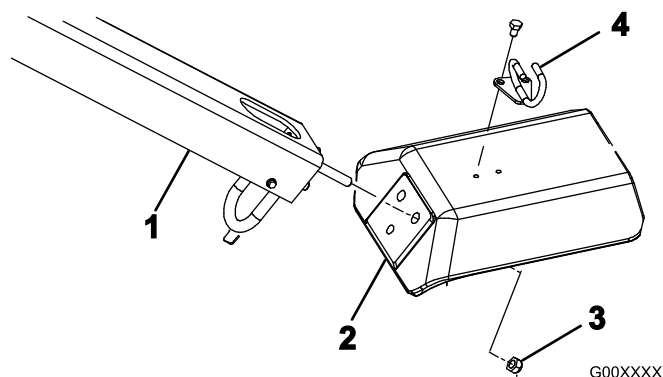

Bild 4
2. Setzen Sie die Befestigungsbolzen für den Griff in die Löcher in der Gabel ein (Bild 4).
3. Befestigen Sie die Griffbolzen mit drei (1/2 Zoll) Sicherungsmutter an der Gabel (Bild 4).
5. Befestigen Sie die Kabelführung mit zwei (5/16 x 1/2 Zoll) Kopfschrauben an der Gabel (Bild 4).